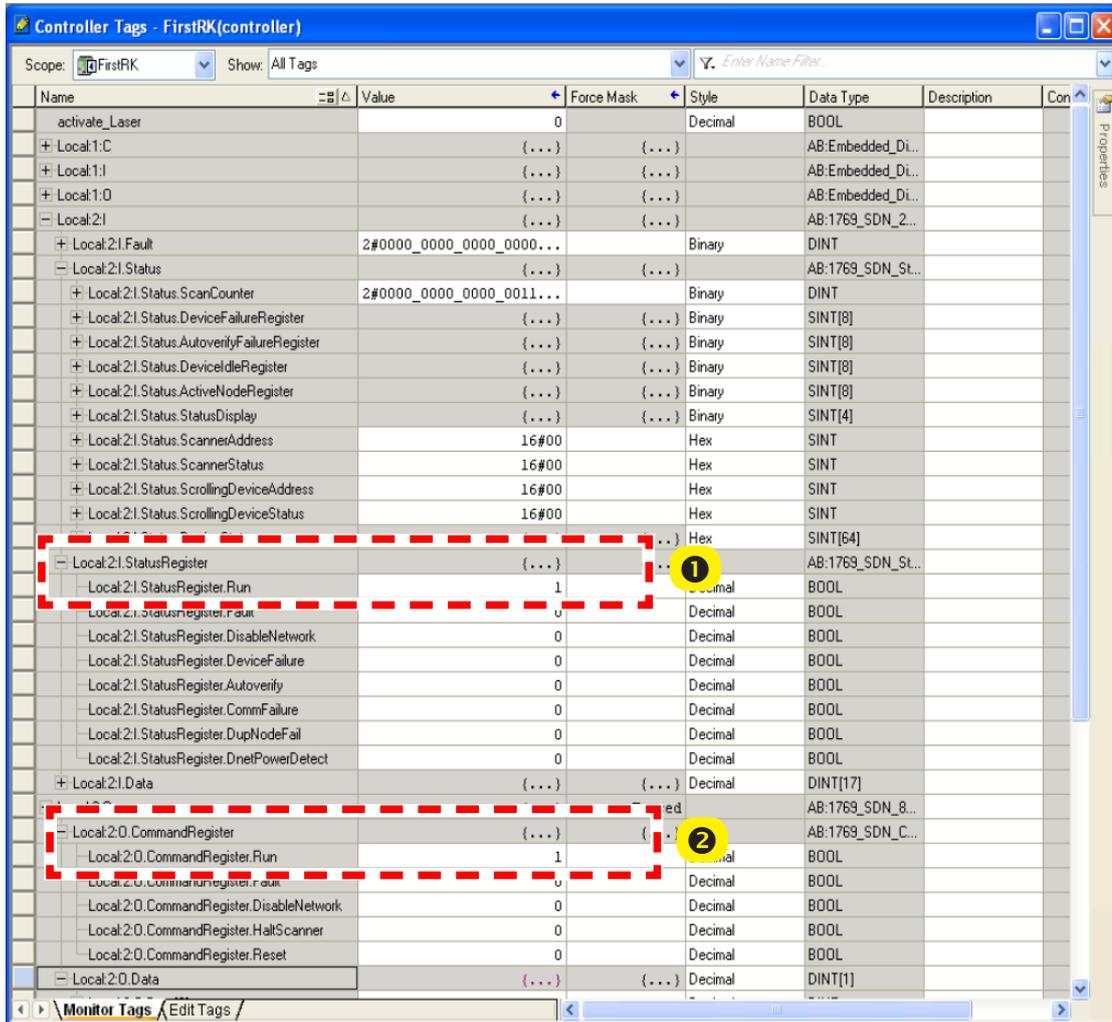

図 13.9: スキャナのデータ範囲
DeviceNet™スキャナとPMMをシステムに統合した後、まずPMMのデータがスキャナのデータ範囲に表示されます (図13.9)。
[ Local:2:0.CommandRegister.Run = 1 ] (図13.9 --> ②) エントリーで、スキャナは起動モード [ Run Mode ] になります。その場合にのみ、データはスキャナからPMMに転送されます。スキャナの起動モード [ Run Mode ] はステータスレジスタ [ Local:2:1.StatusRegister.Run = 1 ] (図13.9 --> ①) で確認できます。